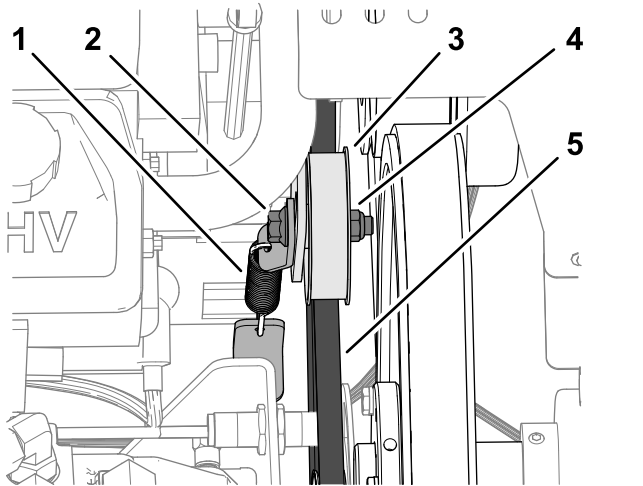

図 176
3. 油圧ポンプベルトのアイドラプーリを固定しているフランジヘッドキャップスクリューとフランジロックナットをゆるめる。ボルトがアイドラサポートのスロットの中で動くようになればよい 図 176。